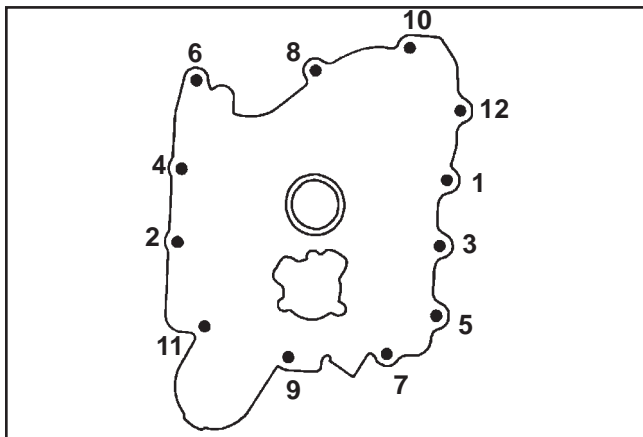

Figura 11-20. Sequência de Aperto do Fixador da Placa de Fecho.
4. Aperte os fixadores pela sequência mostrada na Figura 11-20 to 24,4 N·m (216 pol. lb.).